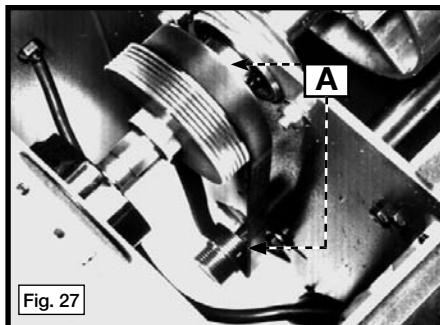

Fig. 27
IMPORTANTE: La velocidad del tambor de lijado es de 1.006 metros de superficie (3.300 pies de superficie) por minuto con la banda en las poleas internas (A) Fig. 27.